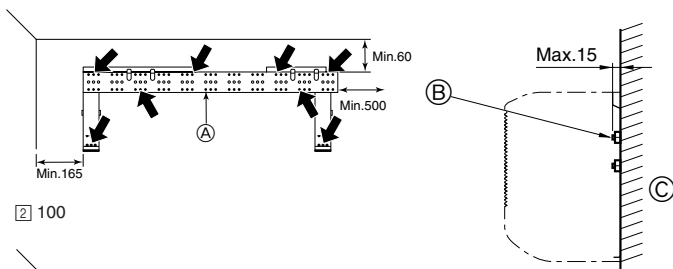

Fig. 3-5
- ▶ Die Sicherung der Wandbefestigung durch die Löcher in der Mittelreihe von 12 mm Durchmesser mit vor Ort gekauften Schrauben (Zuganker, Ankerschraube und Anker Mutter) mit M10- oder W3/8-Gewinde sichern. Die Spitze der Schraube darf nicht mehr als 15 mm aus der Wand herausragen. (Fig. 3-5)